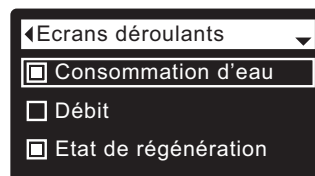

FIG. 54
5. Appuyez sur le **SÉLECTEUR (O)** pour afficher le menu de déroulement des écrans (cf. Figure 54).